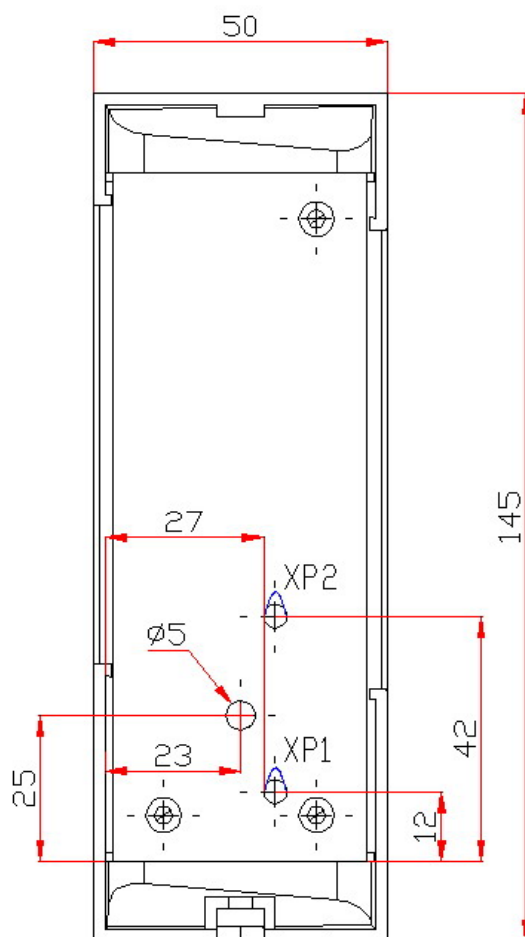

Рис. 4. Расположение перемычки “номер считывателя” (XP2) и перемычки “отключение концевого резистора” (XP1)
5.4. Ослабьте винт, расположенный в нижней части корпуса считывателя и крепящий его к металлическому основанию. Снимите металлическое основание и закрепите его с помощью четырех шурупов. При необходимости изменить номер считывателя перекусите кусачками перемычку «номер считывателя» (расположение перемычек приведено на рис. 4). Если данный считыватель не является конечным устройством на линии связи интерфейса RS-485 подключения периферии, то необходимо отключить на нем концевой резистор, для чего перекусите кусачками перемычку «отключение концевых резисторов». Учтите, что в этом случае необходимо будет установить концевые резисторы по реальным концам линии связи интерфейса RS-485. Пропустите кабель считывателя через предназначенное для него отверстие на установочной поверхности. Установите считыватель на металлическое основание и закрепите на нем с помощью винта, расположенного в нижней части корпуса считывателя.